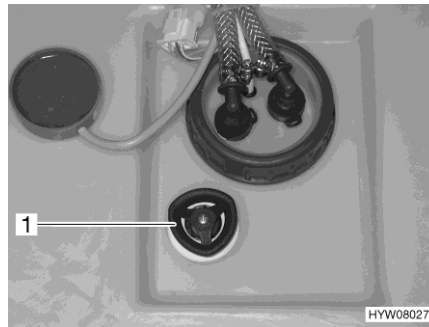

Fig. 156 Depósito de agua con tirador giratorio
- Girar el tirador giratorio (Fig. 156,1) del depósito de agua en sentido contrario a las agujas del reloj sobrepasando la resistencia, para abrir el orificio de salida completamente.